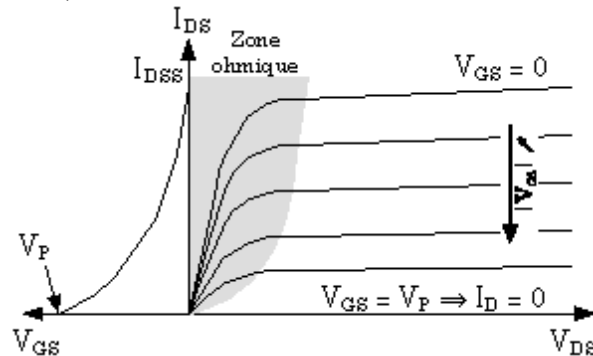

Figure 4- 5. Caractéristiques du FET à jonction.
- la zone ohmique (en grisé sur la figure 4- 5.) : dans cette zone, le FET est assimilable à une résistance dont la valeur est fonction de la tension V_{GS} . On ne représente que la partie positive de la caractéristique, mais en fait, le canal conducteur peut laisser passer le courant dans les deux sens (c'est juste un barreau de silicium conducteur, ce n'est pas une jonction. Le seul défaut qui limite les valeurs négatives de V_{DS} est le fait qu'au delà d'une certaine tension négative de drain, la tension grille-drain devient positive, la jonction grille-canal étant alors polarisée en direct ; le FET ne fonctionne plus correctement. Néanmoins, et à condition de rester dans le domaine des petits signaux (quelques dizaines à quelques centaines de mV), on peut considérer le FET comme une résistance dont la valeur est pilotée en tension.